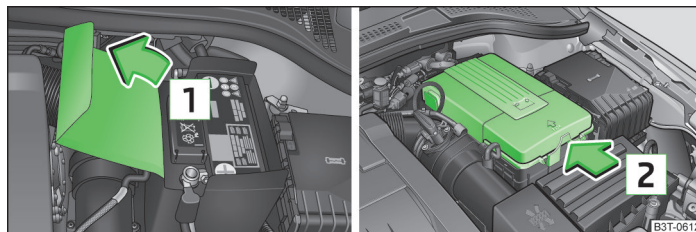

Fig. 171 Compartimentul motor: Capacul din poliester al bateriei autovehiculului/Capacul din material plastic al bateriei autovehiculului
Bateria se află în compartimentul motor în spatele unui capac din poliester **1** » fig. 171 respectiv din plastic **2** » fig. 171 sau în compartimentul lateral stânga al portbagajului » fig. 92 la pagina 89.
Marginea capacului din poliester **1** » fig. 171 intră între baterie și peretele lateral al capacului, atunci când se efectuează lucrări la baterie.
► Deschideți capacul bateriei în sensul indicat de săgeata **1**, respectiv apăsați dispozitivul de blocare de pe lateralul capacului bateriei în sensul săgeții **2** » fig. 171, rabatați capacul în sus și îndepărtați-l.